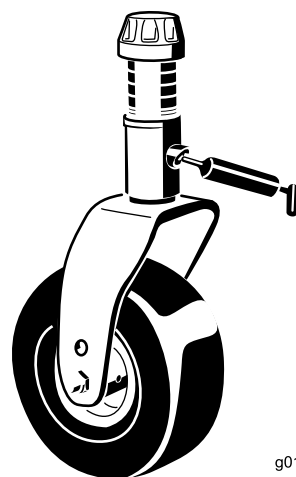

Figura 15
- Boccole (2) dell'asse della forcella delle ruote orientabili (Figura 15)